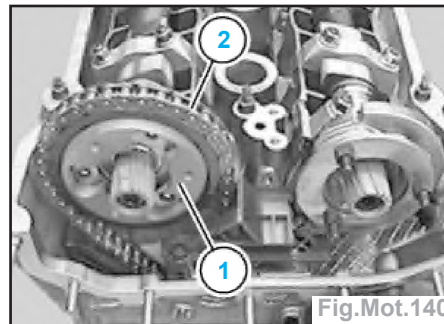

Fig.Mot.140
- Dégager par l'avant le pignon de chaîne (1) de la chaîne de distribution (2) (Fig.Mot.140).